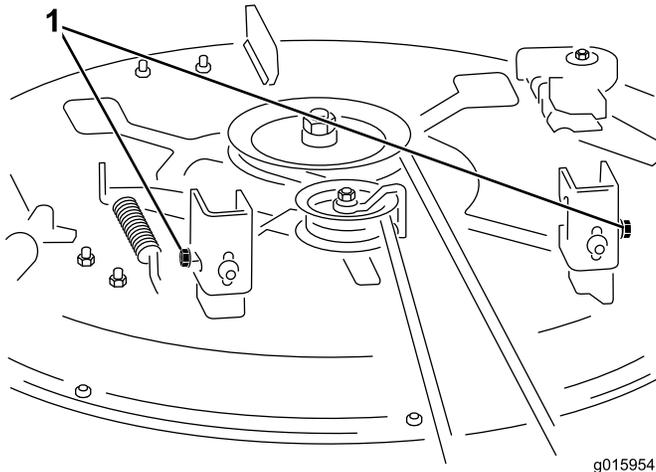

Figure 2
1. Desserrez, **mais ne retirez pas**, l'écrou à embase sur l'extérieur de chaque support de suspension à l'arrière du plateau (voir Figure 2).